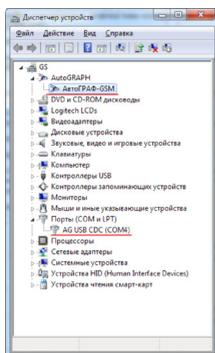

Рис.1.
1. Подключите контроллер «АвтоГРАФ-GSM/SL-2» с ПК, используя интерфейсный кабель USB AM – USB miniB 5 pin. Система автоматически найдет новое оборудование (Рис.1). Для корректной работы контроллера с сервисно-диагностическими, диспетчерскими и конфигурационными программами необходимо установить драйверы устройств AutoGRAPH и AutoGRAPH CDC.